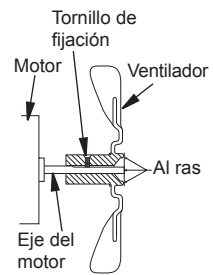

Figura 9 - Sección transversal del ventilador
6. Vuelva a colocar el ventilador en el eje del motor. Coloque el núcleo del ventilador al ras con el extremo del eje del motor (consulte la figura 9).